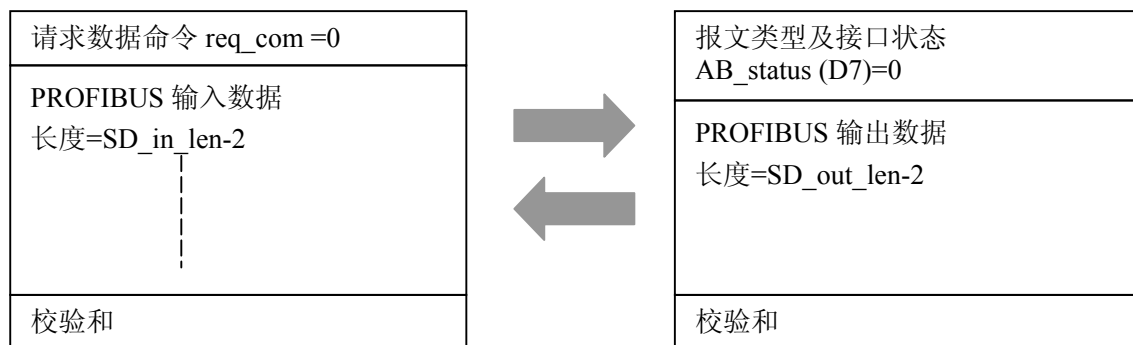

图 4-8：用户模板发—输入数据报文 req_com=0；接口板答—输出数据报文格式
(2) 接口板接收到用户板发送的输入数据报文后，将 PROFIBUS 输入数据送 PROFIBUS 输入区，然后判断“请求数据命令 req_com”。
① 如果用户模板请求读取 PROFIBUS 输出数据，即 req_com =0，接口板将回答“输出数据报文 A”（包括：报文类型及接口状态 AB_status、PROFIBUS 输出数据、校验和）。见图 4-8，报文类型及接口状态 AB_status 见表 4-5：